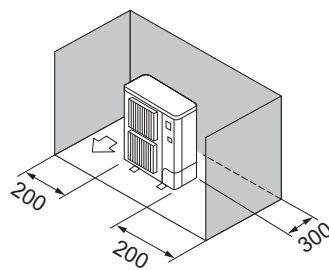

Fig. 3-7
- ③ Obstacles uniquement à l'arrière et sur les côtés (Fig. 3-7)